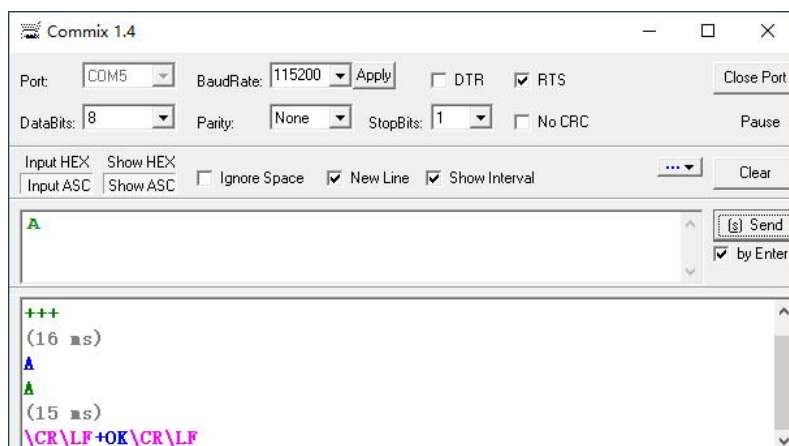

图 4-9 确认码发送界面
- 3) 模块接收到“A”后，向 Commix 发送“+OK”，并进入“AT 指令模式”。如图 4-9 所示。